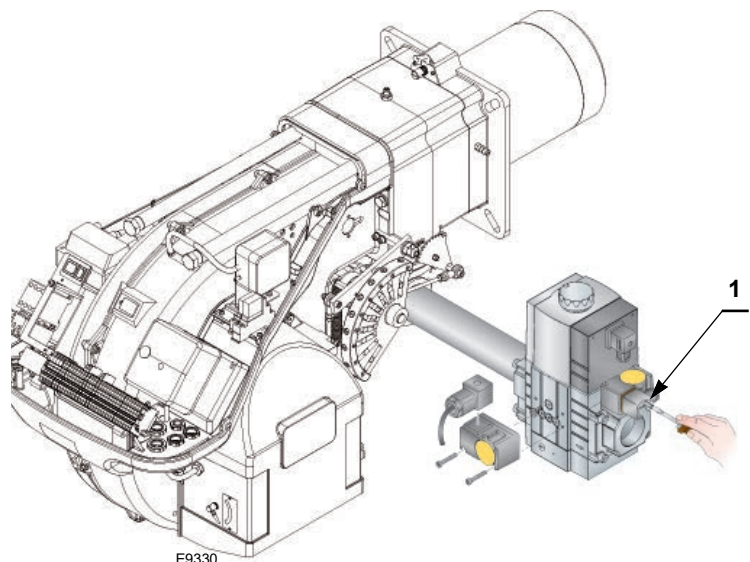

Fig. 25
- Controllare la pressione di alimentazione del gas collegando un manometro sulla presa di pressione 1) (Fig. 25) del pressostato gas di minima: deve essere inferiore alla pressione massima consentita della rampa gas, riportata nella targhetta delle caratteristiche.
- Sfiatare l'aria dalla tubazione della rampa gas, collegando un tubo in plastica sulla presa di pressione 1) (Fig. 25) del pressostato gas di minima. Portare all'esterno dell'edificio il tubo di sfiato, fino ad avvertire l'odore del gas.